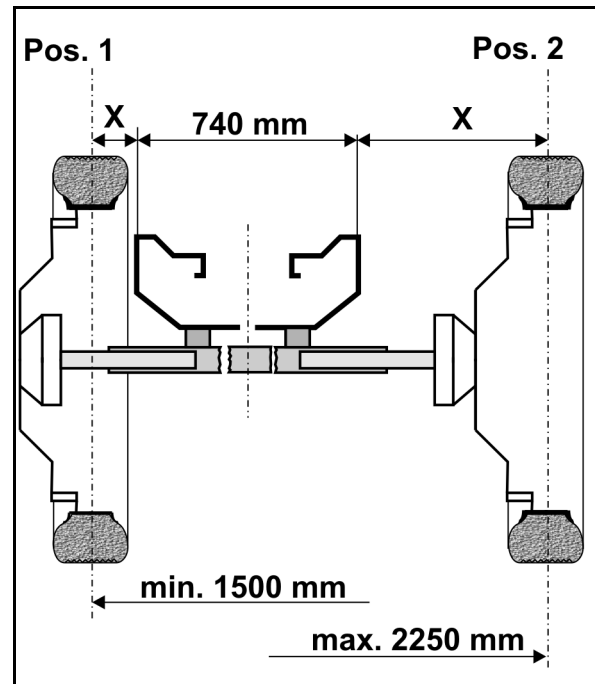

Fig. 134
Die einstellbaren Spurweiten sind abhängig von der Radmontage (Fig. 134):
5. Achshälfte in die gewünschte Position einschieben bzw. ausziehen. Hierzu Maß x von Außenkante Grundrahmen (Fig. 134/1) bis Mitte Spritzenrad ermitteln und Achshälfte entsprechend einschieben bzw. ausziehen.